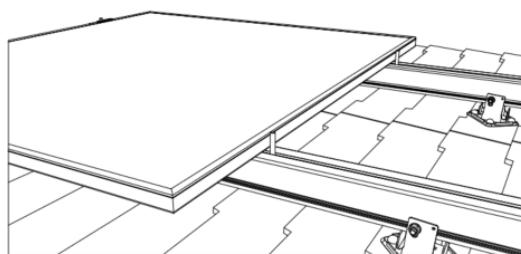
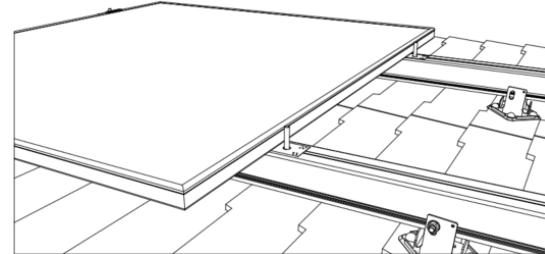
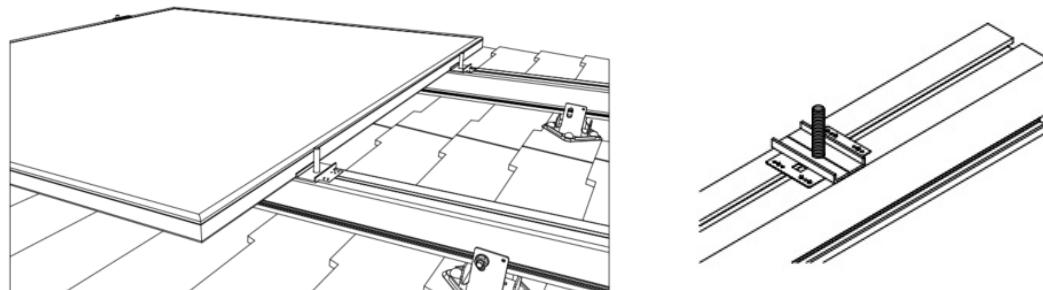

図 6
図 7
図 8
- 同様の手順で、M8 ボルトをレールに差し込み（図 6 参照）、ボルトにまず刺しこみワッシャーを取り付け、その後に位置決めワッシャーを取り付けます（図 7、図 8 参照）。